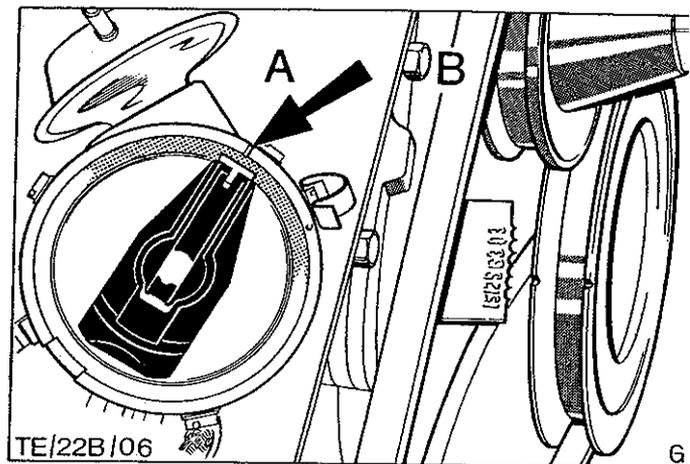

Abb.75 V6-Motor und Verteilerläufer auf 9° v.O.T.
4. Motor auf 9° v.O.T. drehen. Motor von Hand drehen, daß der Verteilerläufer mit der Nut auf dem Verteilergehäuse übereinstimmt, (Bosch-Verteiler); der Verteilerläufer mit der Markierung für den 1. Zylinder-Anschluß auf dem Verteilerdeckel übereinstimmt, (Motorcraft-Verteiler). Überprüfen, ob die Markierung auf der Kurbelwellenriemenscheibe mit der 9°-Markierung übereinstimmt, Abb.75.